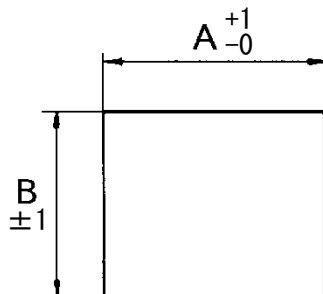

図 10 パネルカット寸法図
- ① 図 10 及び表 4 に従って、パネルをカットしてください。
- ② パネルカットができたら、本体を穴に挿入し、取付金具を上下各 2ヶ所に取り付けて、パネルに締め付けます。この際、片締めにならないように 4ヶ所を交互に締め付けてください。